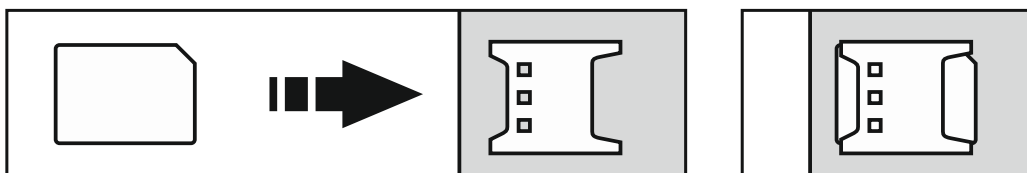

Fig. 6. La manera de montar la tarjeta nano-SIM.
2. Instala la tarjeta/las tarjetas SIM en el módulo (Fig. 6).